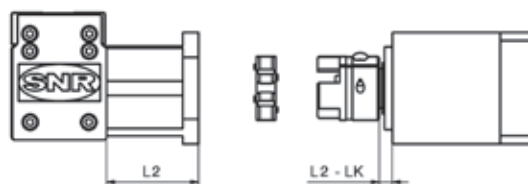

Bild 3.11 ____ Montagemaße
2. Kupplungsnabe **3** auf die Motor- bzw. Getriebewelle **5** stecken. Dabei das Maß LK (Bild 3.11) aus Tabelle 6.23 in Kapitel 6.2.4.1 berücksichtigen.